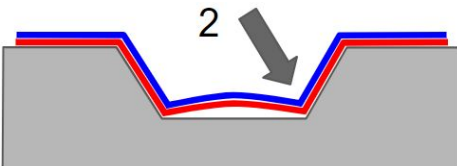

Fig.4
- 4) Repita el mismo procedimiento de aplicación a la segunda ondulación, tal y como se muestra arriba. Fig.4